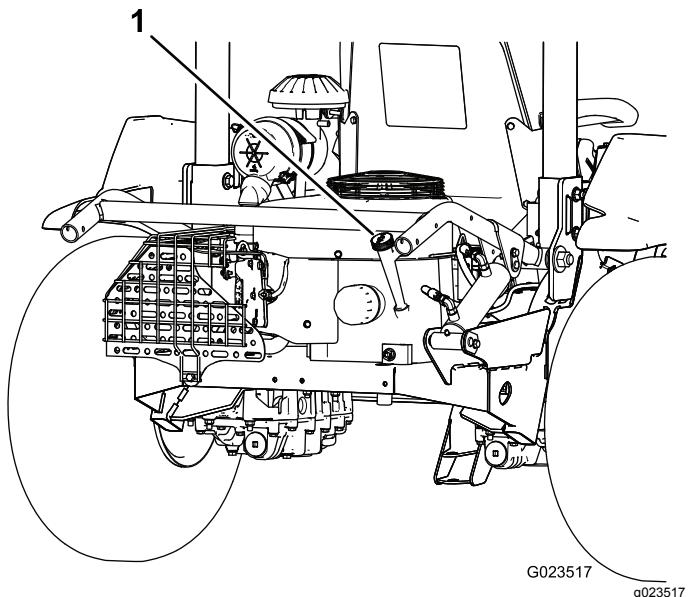
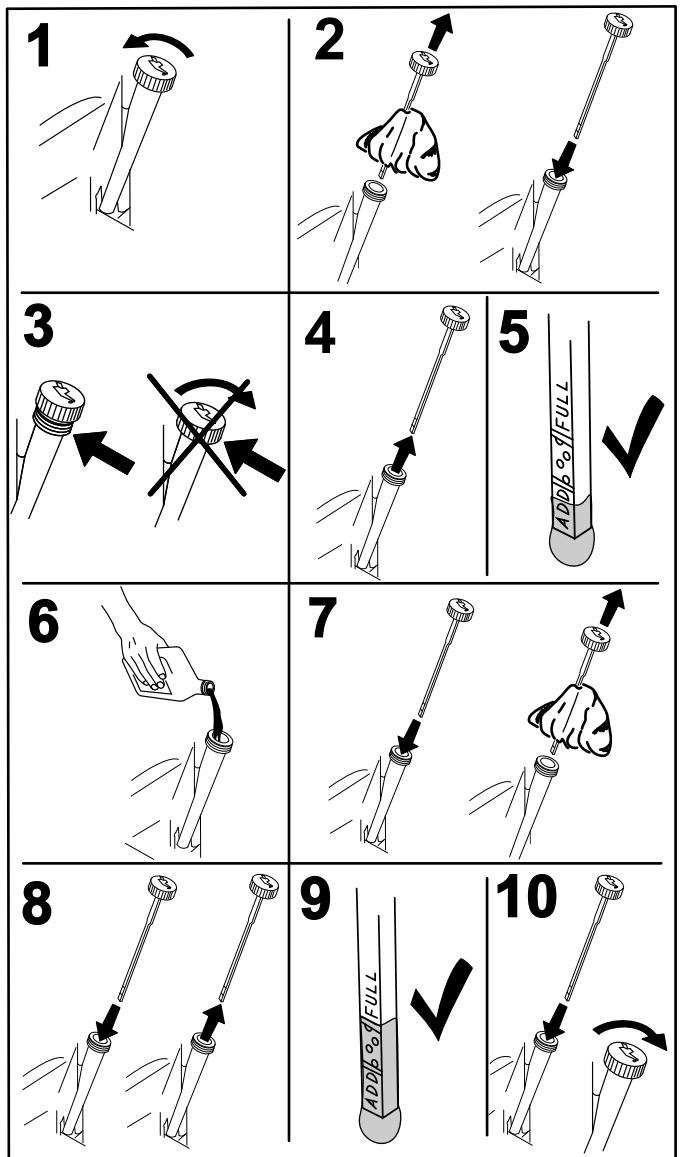

Figura 14
Figura 15
2. Togliete l'asta di livello (Figura 14) ed asciugatela con un panno pulito.Figura 15